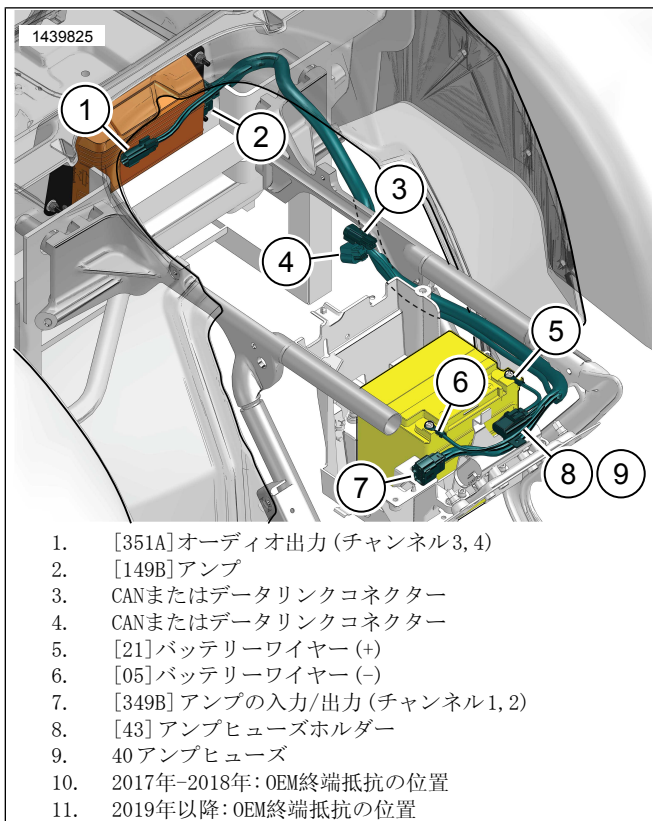

図3。アンプワイヤーハーネスの取り回し
1. 図3を参照してください。コネクタ[149B]をアンブに接続する。
- a. 図3を参照してください。右側カバー領域の近くに車両コネクタ[319A]と終端抵抗キャップを配置します。
7. 図3を参照してください。バッテリーの前と右側のカバーに向かってアイテム5-9を配線します。
11. 図3を参照してください。フレームの左側にアンプコネクタでハーネスを取り回します。